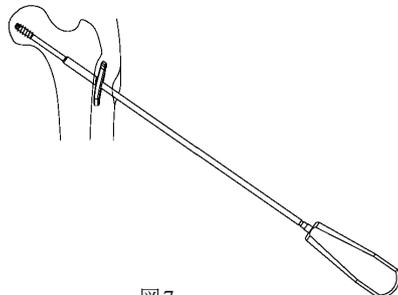

図7
- ** 3) TL2S スクリュードライバーで遠位スクリューを抜去します。(図7)